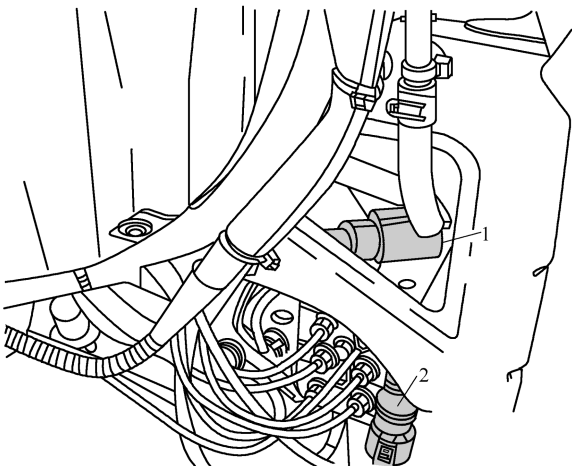

图 4-2-19 插接器的脱开示意图
- 3) 脱开插接器 1 和 2，如图 4-2-19 所示。